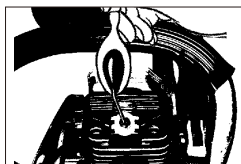

Bild. 19
- Geben Sie 1 Teelöffel sauberes 2-Takt-Öl in die Verbrennungskammer. Ziehen Sie mehrere Male langsam an der Starterleine, um die internen Komponenten zu beschichten. Setzen Sie die Zündkerze wieder ein (Bild.19).